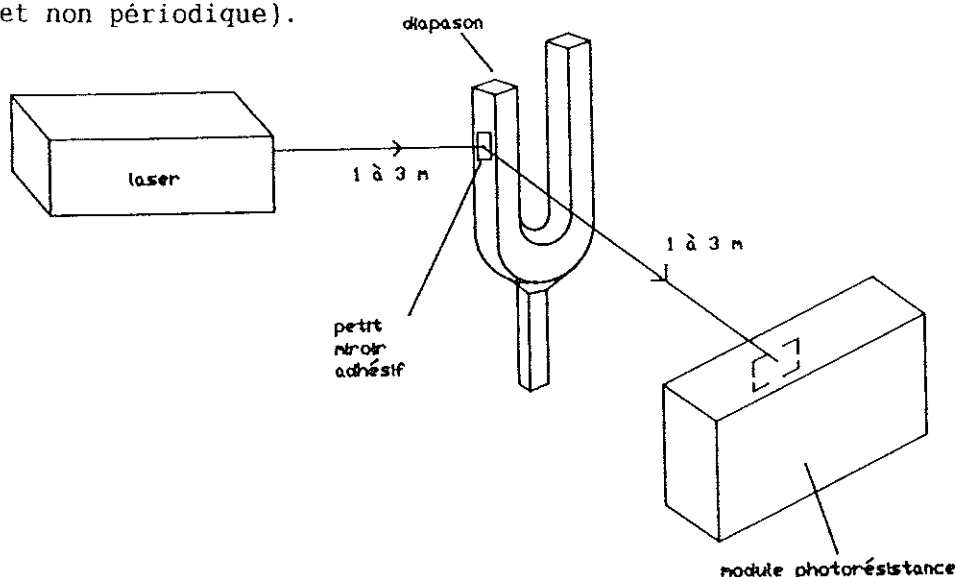

figure 22 : Détermination de la période des vibrations d'un diapason
- diriger le faisceau du laser sur ce miroir et intercepter le faisceau réfléchi avec la photorésistance (figure 22). Frapper le diapason.
- reprendre le montage de la figure 22, en remplaçant le diapason par un haut-parleur dont la membrane apparente est de grand diamètre (10 cm par exemple). Fixer le petit miroir adhésif à mi-distance du centre et du bord de la membrane.